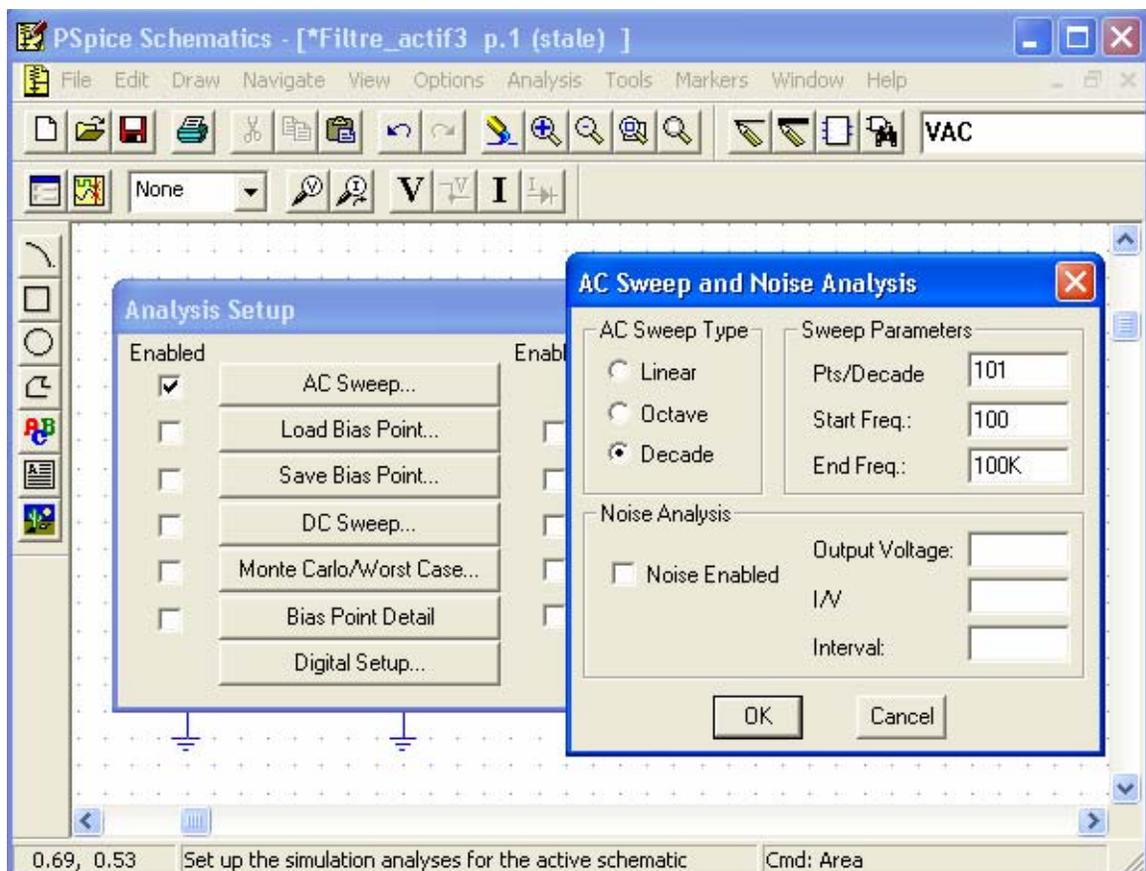

Figure 1.22 : Boîte de dialogue *AC Sweep and Noise Analysis* pour déterminer des paramètres nécessaires.
- Dans le menu *Analysis/Setup* (figure 1.22), sélectionner l'option *AC Sweep*, qui commande le balayage fréquentiel du signal sinusoïdal.